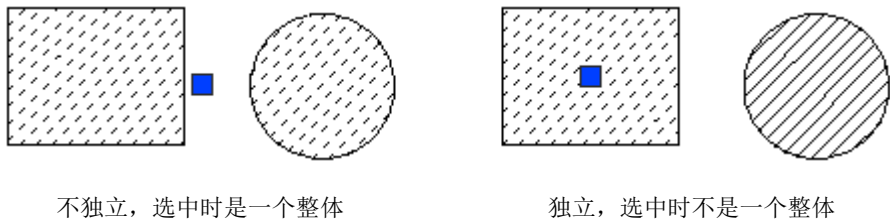

图 3-35 独立与不独立
(3) “创建独立的图案填充”按钮：当指定了几个独立的闭合边界时，控制是创建单个图案填充对象，还是多个图案填充对象，如图 3-35 所示。